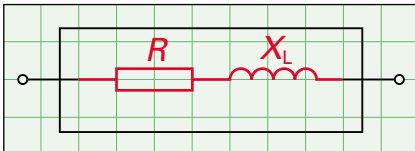

Bild 2: Ersatzschaltung einer realen Spule
4. a) Zeichnen Sie für eine reale Spule, z.B. für das Vorschaltgerät, die vereinfachte Ersatzschaltung (**Bild 2**), um den ohmschen Drahtwiderstand R und den induktiven Widerstand der Spule X_L zu berücksichtigen.